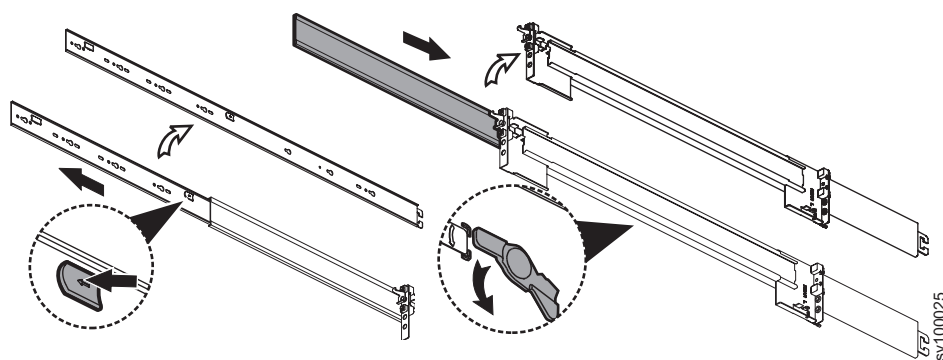

図 41. レールの内部セクションの切り離し
3. 図 41 に示すように、3 つの部分から成る 1 本のレールの内部セクションを切り離します。